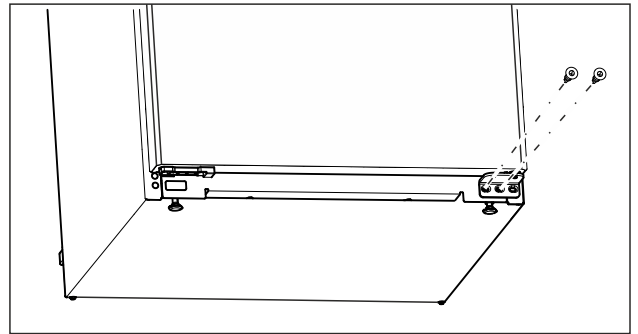

Fig. 15
- Alt yatak mesnedinin ortasındaki cıvata Torx 20 tornavida ile çıkarın. (bkz. Fig. 15)
- ▶ Alt yatak mesnedinin iç kısmındaki cıvataı Torx 20 tornavida ile çıkarın. (bkz. Fig. 15)